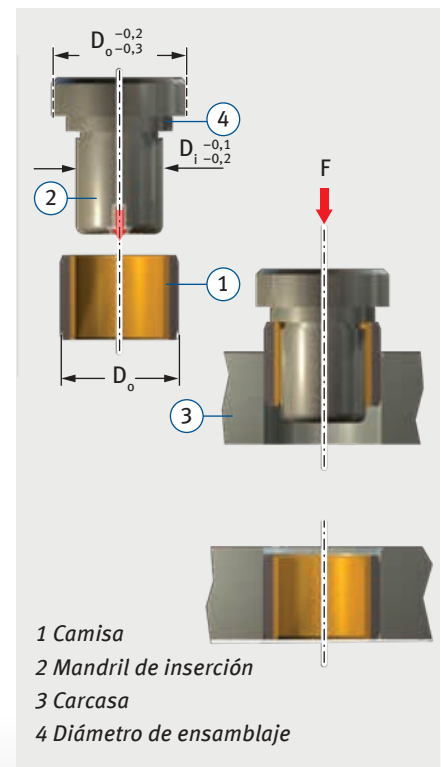

Fig. 3: Inserción encastrada $D_o \leq 55$ mm
- inserción encastrada con mandril y sin anillo auxiliar, según la Fig. 3.